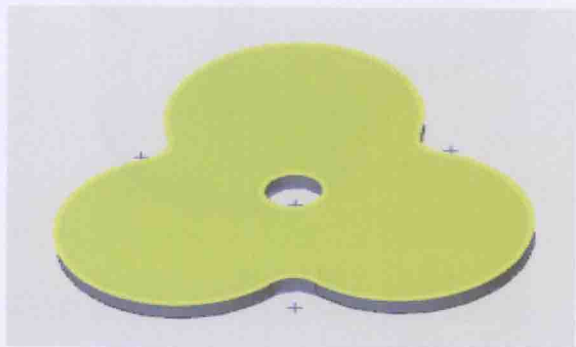

图 1-3-9
6. 绘制支架，选择圆命令 ，绘制平面选择如图 1-3-9 所示平面。